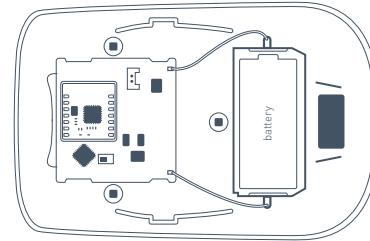

РИС. 5. Вид датчика со снятой верхней крышкой
6.3 Своевременно заменяйте батареи питания на новые. При разряде батареи датчик передает соответствующий сигнал на центральный блок сигнализации. Когда батарея разряжена, при каждой детекции движения или сработке тэмпера датчик помимо обычной индикации осуществляет включение и плавное гашение светодиода. Для смены батареи открутите три самореза «3» (РИС. 4) и снимите заднюю крышку датчика. Замените батарею «battery» (РИС. 5) на новую, типа CR123A, соблюдая полярность.